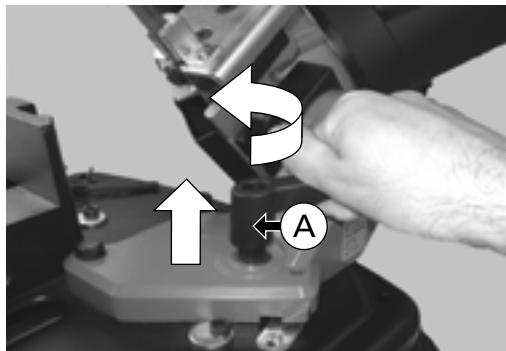

Fig. 19
Levante la manilla (A) - (Fig. 19) y hágala girar en el sentido indicado para aflojarla.
Elementos de Fig. 19 - 20